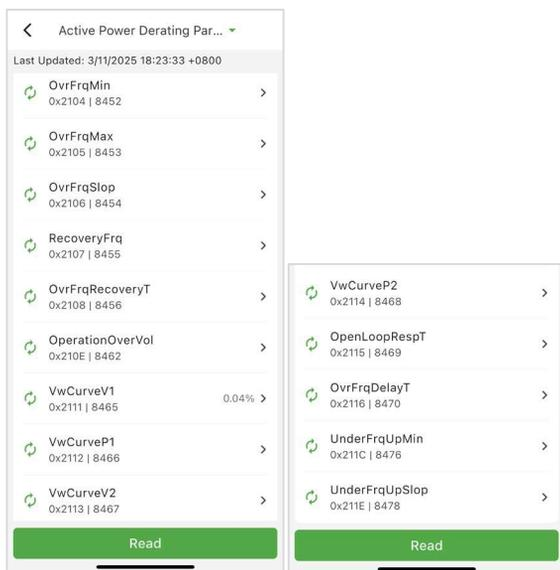
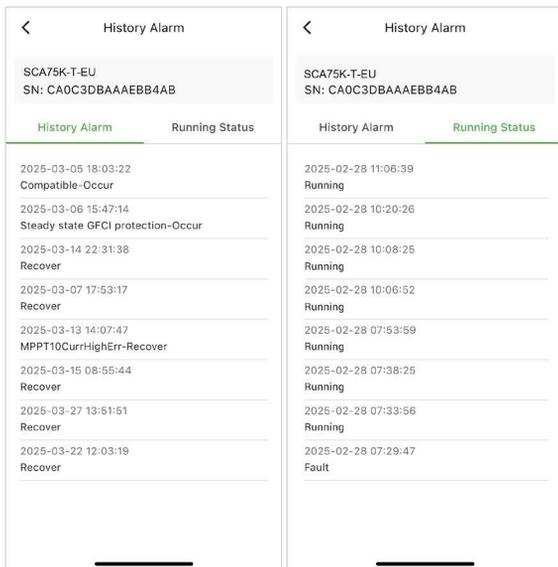

Fig. 6-21 Parâmetros de redução da potência ativa
Fig. 6-33 Alarme histórico
Quando a proteção ARC é acionada, o dispositivo executará funções de reconexão automática cinco vezes em 24 horas. A duração entre essas tentativas de reconexão pode ser definida no item “ARC Recover Time” (como mostrado na Fig. 6-21). Se a proteção ARC for acionada pela quinta vez, você deverá limpar manualmente a falha ARC (consulte a Fig. 6-33 na seção 6.3.3.3.13). Em seguida, o dispositivo retomará a função de reconexão automática – reconectando cinco vezes em 24 horas, e será necessária a inicialização manual.
- **ARC Clear:** Esta função é usada para limpar manualmente a proteção ARC da máquina (se a placa de rede 4G estiver conectada, esta função pode ser usada remotamente na página da web). O dispositivo está pré-configurado para tentar a reconexão automática até cinco vezes em 24 horas (isso pode ser ajustado na área de parâmetros da interface ARC, consulte a Fig. 6-21). Se a proteção ARC for acionada pela quinta vez, você deverá limpar manualmente a falha para reativar o recurso de reconexão automática, que tentará se reconectar até cinco vezes nas próximas 24 horas.